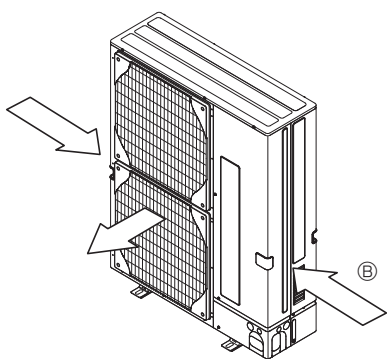

Fig. 2-5
- Εγκαταστήστε τη μονάδα με τρόπο ώστε ο αέρας που βγαίνει από το στόμιο εξαγωγής να φυσά κάτω σε σχέση με την κατεύθυνση του ανέμου, εάν αυτό είναι δυνατό. (Fig. 2-5)